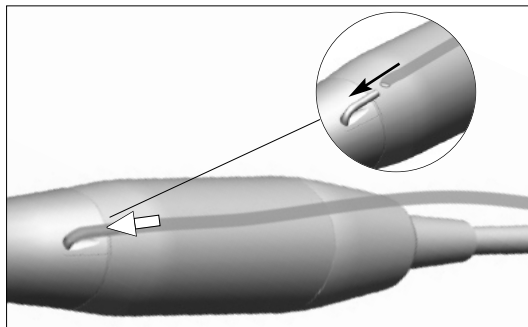

fig. 7
I. Conecte el tubo flexible de la línea de irrigación en el tubo de spray de la pieza de mano o del contra-ángulo **fig. 7**.